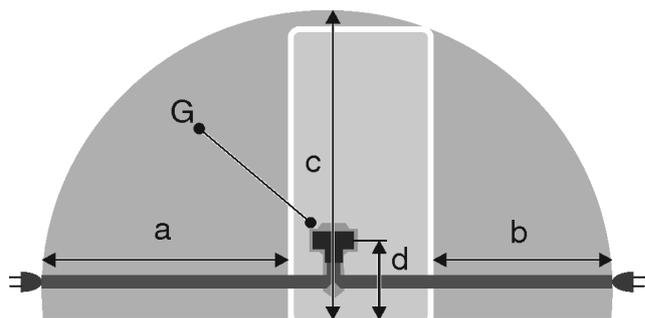

Fig. 35*
- Розетка находится не за устройством, а в зонах а или б *Fig. 35 (a, b, c)*.
- ▶ Штекер устройства *Fig. 35 (G)* подсоедините с задней стороны устройства. Следите за правильной фиксацией.